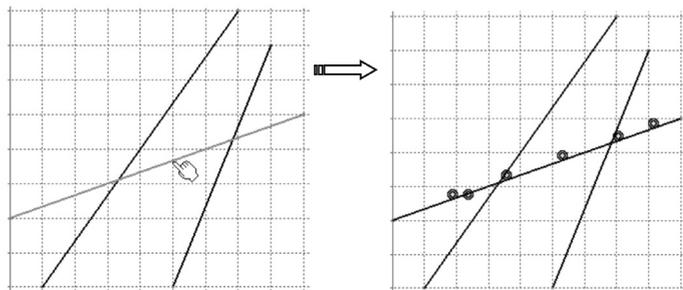

图 5-24
- 断开并保留 ：此方式仅打开所选图元，保留所有断开的图元，如图 5-24 所示。